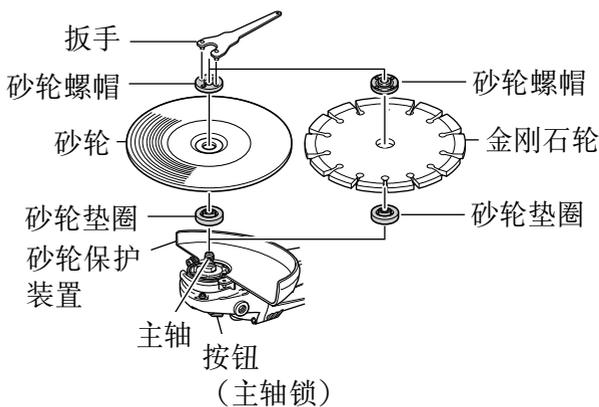

图 2
在打开电源开关之前，掀两、三下锁定销检查锁定销是否被释放。（第 10 页的图 2）
1. 组装（图 2）
- (5) 按下锁定销以防止主轴转动，并如图 2 所示用附送的扳手拧紧砂轮螺帽。